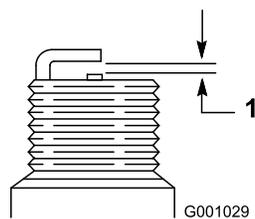

Figure 59
7. Réglez l'écartement des électrodes de la nouvelle bougie à 0,76 mm (Figure 59).